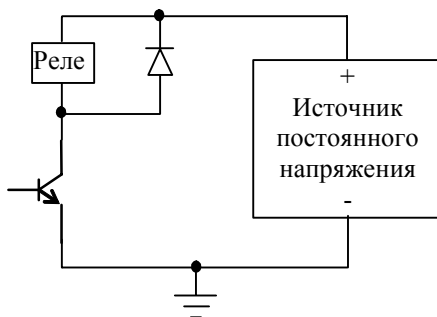

Рисунок 4.4.1
4.4.1 При управлении индуктивными нагрузками (например, катушка реле) с помощью выходных ключей, параллельно катушке желательно включить защитный диод или небольшую RC цепочку (100 Ом, 0,1 мкФ), согласно схемы приведенной на рис.4.4.1: